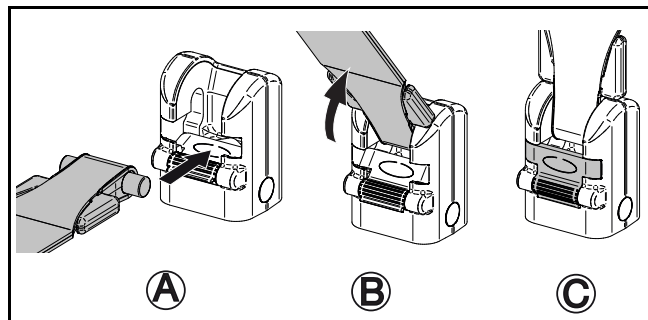

Fig. 5
- 5) Isæt stroppen med drejeledet i lynkoblingen ved at skubbe den indad (se Fig. 5 A).
- 6) Roter stroppen opad (se Fig. 5 B).
- 7) Sørg for, at låseanordningen er lukket (se Fig. 5 C).